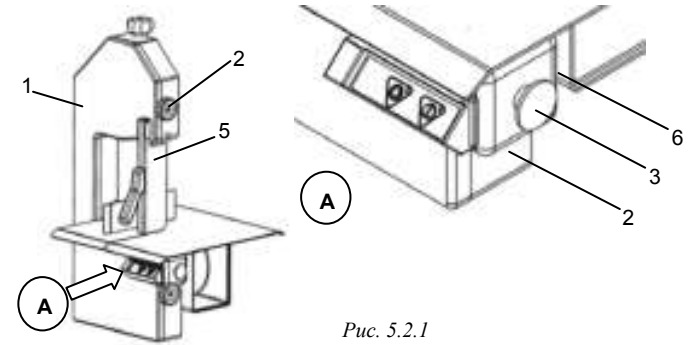

Рис. 5.2.1
**В - Проверка эффективности кнопки остановки «3» в аварийном режиме (рис. 5.2.1)**
**С - Подвижное защитное устройство для пильного полотна (толкатель) «5», рис. 5.2.1**
##### А - Проверка эффективности микровыключателя «6» (рис. 5.2.1)